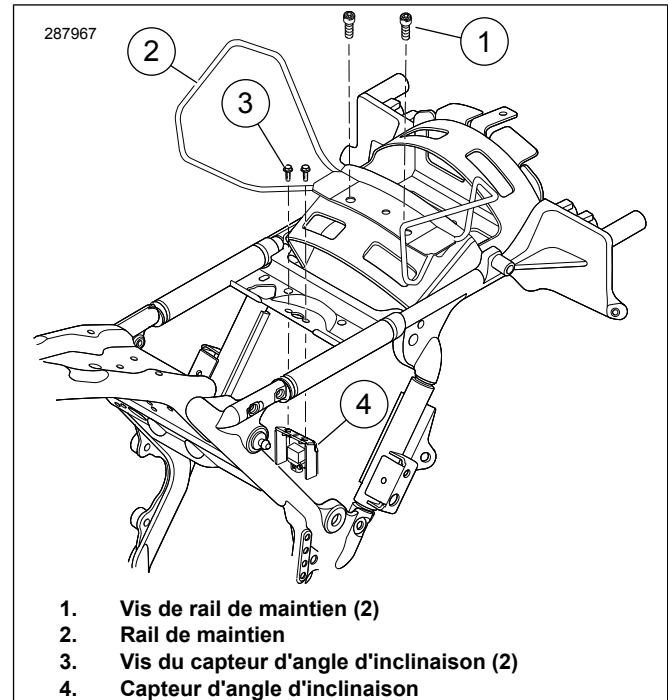

Figure 1. Déposer les vis du capteur d'angle d'inclinaison
5. **Si la moto est équipée d'un rail de maintien :** Voir Figure 1. Retirer les vis du rail de maintien (1) et les jeter.
7. **Modèles de 2009 à 2018 :** Retirer les vis (3) qui retiennent BAS le support (4).